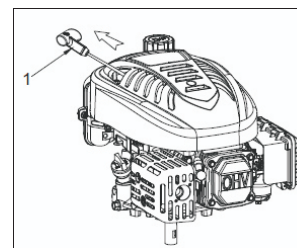

Fig.3
**⚠ AVERTISSEMENT :** Ne laissez pas la poignée du démarreur (1) se rapprocher du moteur. Retournez-le doucement pour éviter d'endommager le démarreur. (Fig.3)